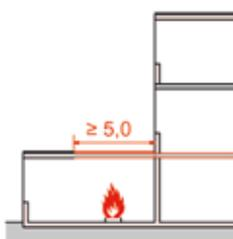

Abbildung 2: Anbauten, § 32 (7) [2]
sischer Anbau eines Nebengebäudes sein, der an einem Baukörper angeschlossen ist. Die Anforderung ist zwar nicht auf Wohngebäude der Gebäudeklassen 1 bis 3 anzuwenden, gilt jedoch für jegliche Form von Sonderbauten und für alle Gebäude ab der Gebäudeklasse 4. Die Konsequenz aus dem § 32 (7) ist, dass die Deckenkonstruktion des unter Umständen eingeschossigen Anbaus an den Hauptkörper als Flachdachkonstruktion die gleiche Feuerwiderstandsdauer wie die Decke des Gebäudes benötigt, an das angeschlossen wird. Üblicherweise werden solche Konstruktionen in Leichtbauweise, mit Holzbalkendecken oder durch sonstige einfache Konstruktionsarten erstellt (s. Abb. 2). Diese erfüllen in der Regel als ungeschützte Konstruktionen keine Anforderung an die Feuerwiderstandsdauer. Nachdem die Anforderung der harten Bedachung aus § 32 (1) für den Bereich des Anbaus allein nicht ausreicht, sind häufig die Decken- und Dachkonstruktionen von Anbauten mit Flachdach von der Unterseite brandschutztechnisch zu ertüchtigen. Die Definition des 5-m-Bereiches nach Musterbauordnung hat unter Umständen Auswirkungen auf die Verlegerichtung der Balken in der De-